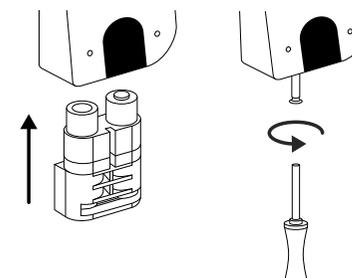

Fig. 5
⑤ Reinscrivere il vano batteria nell'alloggiamento e avvitarlo (Fig. 5).